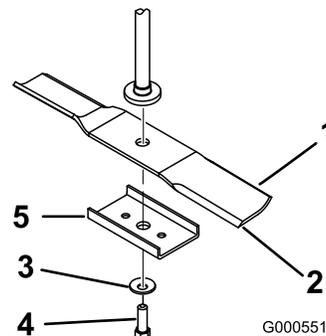

Bild 36
Halten Sie das Ende des Messers mit einem stark wattierten Handschuh oder wickeln Sie einen Lappen um es herum. Entfernen Sie die Messerschraube, Wellenscheibe, Messerverstärkung und das Messer von der Spindelwelle (Bild 36).
1. Setzen Sie das Messer auf die Spindelwelle (Bild 36).
2. Montieren Sie die Messerverstärkung, die Wellenscheibe (Schalenseite zum Messer) und die Messerschraube (Bild 36).